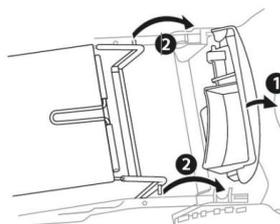

Рис. 14
2. Поднимите задний откидной кожух (1) (Рис. 14).
3. Прикрепите травосборник, вставив защелки его рамы в пазы на задней части газонокосилки (2) (Рис. 14).
3. Поднимите задний откидной кожух (1) и отсоедините травосборник (2) (Рис. 14).